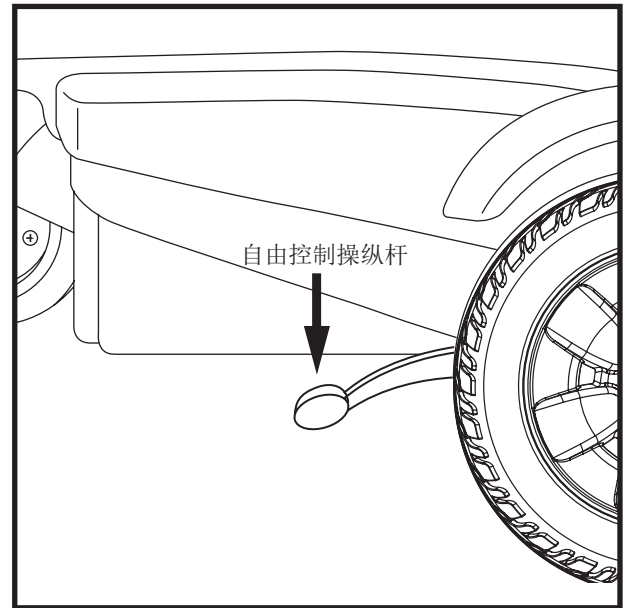

图 5. 自由控制模式（断开驱动电机）
3. 将两根控制杆同时向下拉以断开驱动电机（自由控制模式）。见图 5。